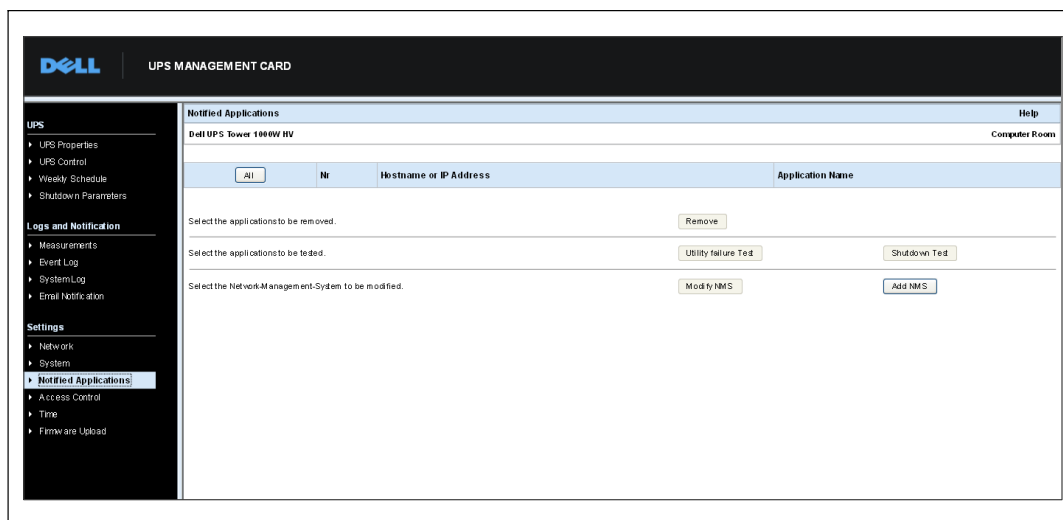

Рисунок 33. Страница «Оповещаемые приложения»
- 1 Выберите в строке меню пункт **Оповещаемые приложения**. Откроется страница оповещенного приложения (см. Рисунок 33).